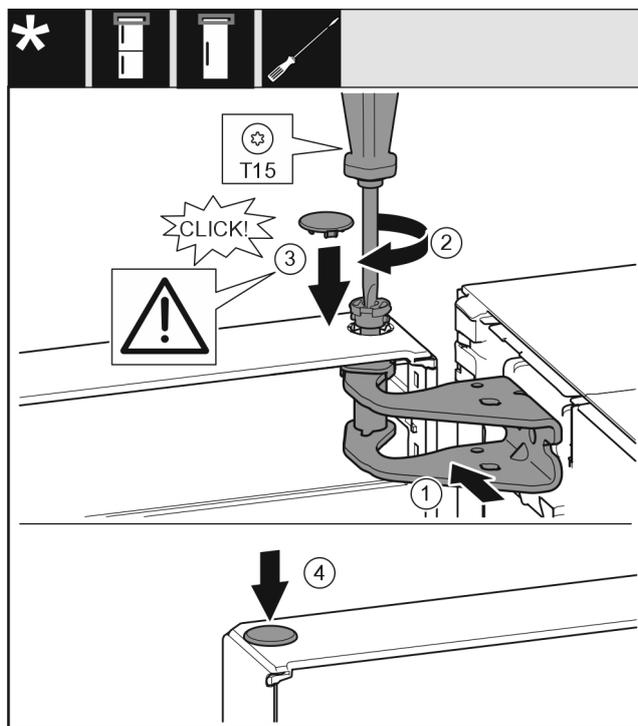

Fig. 20
- ▶ Vrata zgoraj naravnajte k odprtini v ležajnem podstavku. Fig. 20 (1)
- ▶ Vstavite sornik in ga privijte z izvijačem T15. Fig. 20 (2)
- ▶ Montirajte varovalni pokrov za varovanje vrat: Vstavite varovalni pokrov in preverite, če se nalega na vrata. V nasprotnem primeru sornike vstavite v celoti. Fig. 20 (3)
- ▶ Vstavite čep. Fig. 20 (4)